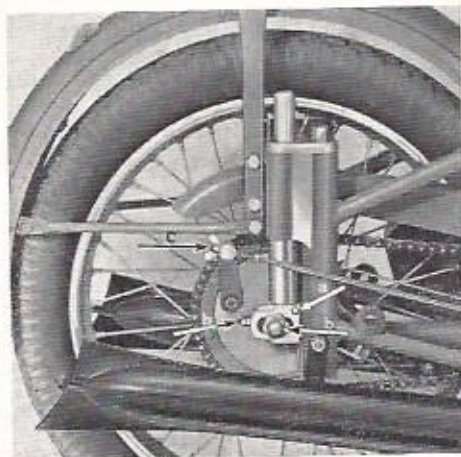

Bild 5
Bei der B 251 gibt es 2 Schmierstellen an der Vorder-Teleskopgabel (Bild 2, Pfeil „a“) und 2 Schmierstellen an der Jurisch-Hinterradfederung (Bild 5, Pfeil „a“). Weiterhin sind die Schmierstellen am Tachometerantrieb (1), am Kupplungshebel (1) und je 1 Schmierstelle an der Vorder- und Hinterradnabe zu beachten. An diesen Schmierstellen wird von Zeit zu Zeit die Fettpresse angesetzt und so viel Fett eingepreßt, daß es auf der Gegenseite herausquillt. Man hat dann die Gewähr dafür, daß das verbrauchte und verschmutzte Fett herausgedrückt wird.
schieht, da bei der Hinterradfederung in den Endlagen die größere Kettenlänge erforderlich ist. Zum Nachspannen (Bild 5, Pfeil „b“) werden mit dem Schlüssel 22 die Hutmutter und mit dem Schlüssel 27 die Sechskantmutter (beide auf der Kettenseite!) gelockert und dann auf beiden Seiten der Kettenspanner gleichmäßig betätigt, bis die Kettenspannung stimmt. Nach dem Spannen werden nach dem Wiederanziehen der Gegenmutter auf dem Kettenspanner die Sechskantmutter und Hutmutter wieder festgezogen! Nach der Kettenspannung ist immer darauf zu achten, daß der Bremshebel genügend Spiel hat!
Werkzeug, einfach durch Verdrehen der Flügelmutter, wie im Bild 5, Pfeil „c“.